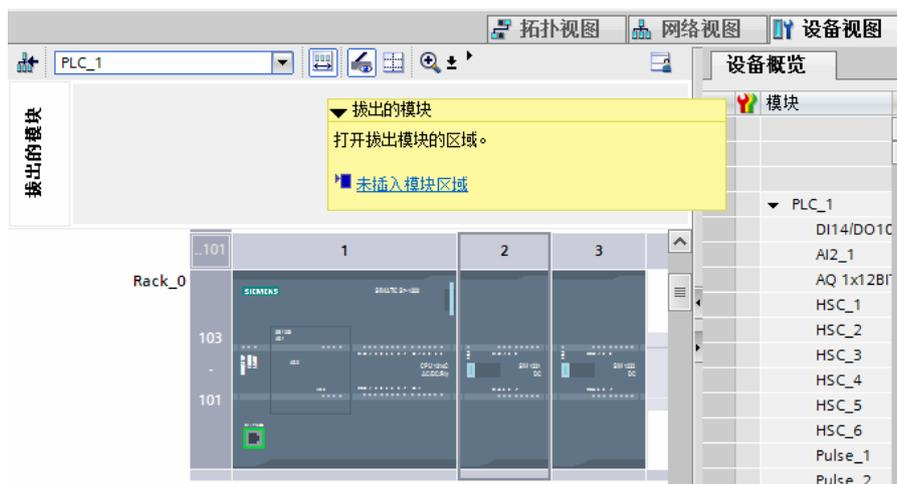
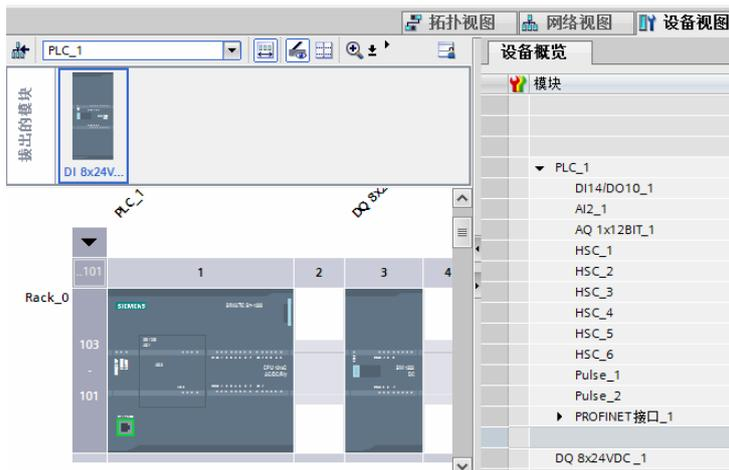

图 3-33 拔出模块前的组态
图 3-34 拔出模块后的组态
STEP 7 为“拔出的”模块提供了一个存储区域。用户可以从机架中拖出模块以保存该模块的组态。这些拔出的模块会随项目一同保存，将来不必重新组态参数即可再次插入相应模块。此功能可用于临时维护。例如，正在等待一个替换模块，并计划临时使用一个不同的模块来短期替换相应模块，可以将组态的模块从机架拖动到“拔出的模块”（Unplugged modules）区域，然后插入临时模块。如图 3-33 所示为没有拔出模块前的组态，如图 3-34 所示为拔出模块后的组态。